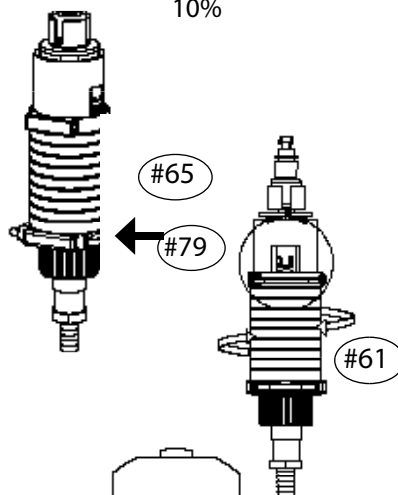

Fig. 2b
2. Drej Ratio Regulatoren (#61) op eller ned til ønsket indstilling. Flugt den øvre kant af Ratio regulatoren som indikator på den ønskede fødningshastighed. (Fig 2b).